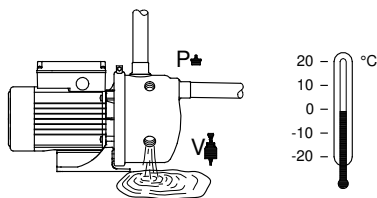

Fig. 8 Svuotamento della pompa
Per svuotare la pompa, rimuovere il tappo (P) e il tappo o la valvola eiettore (V). Vedi fig. 8.